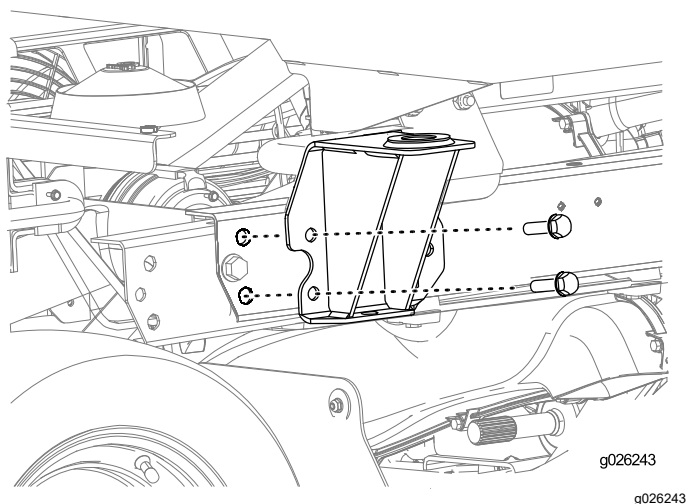

Figura 25
1. Instale los soportes traseros en la máquina (Figura 25) usando las fijaciones retiradas del ROPS en Retirada del conjunto del ROPS (página 6).